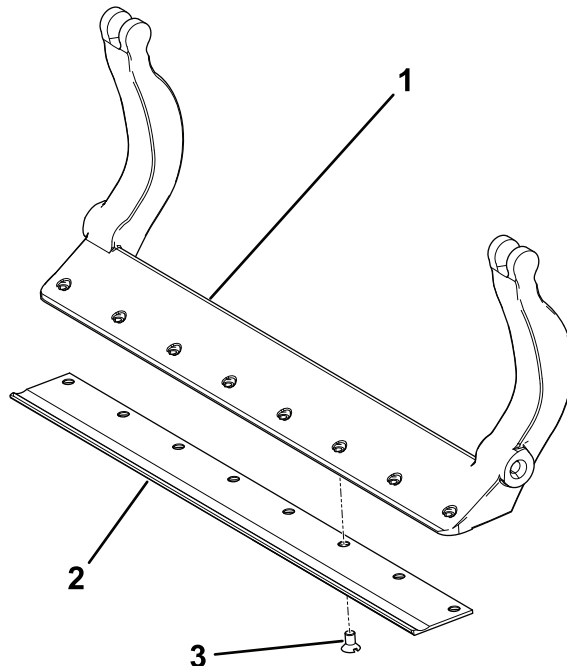

**Figura 32**
5. Aperte a porca da mola tensora até que a mola fique recolhida; em seguida, desaperte meia volta (Figura 32).